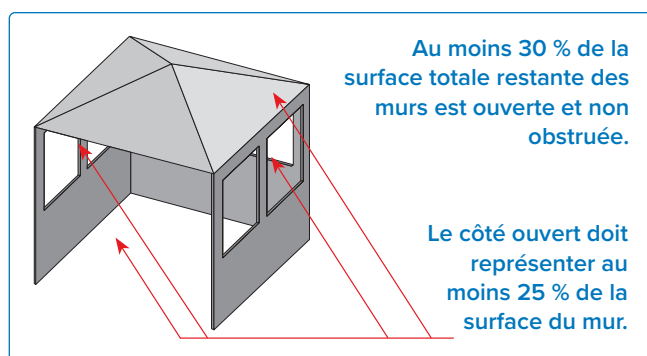
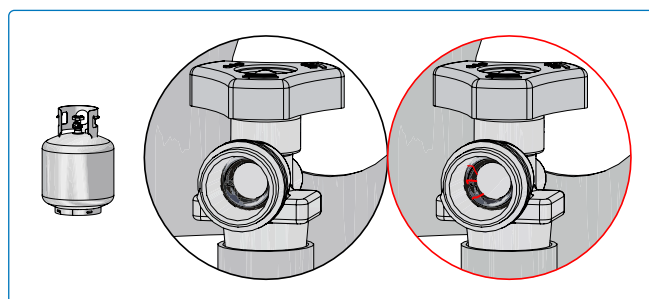

Fig. 4
Fig. 5
- Enceinte avec trois murs et une couverture supérieure, à condition qu'au moins 30 % du périmètre horizontal total soit ouvert en permanence et non obstrué (**Fig 4 et Fig 5**).